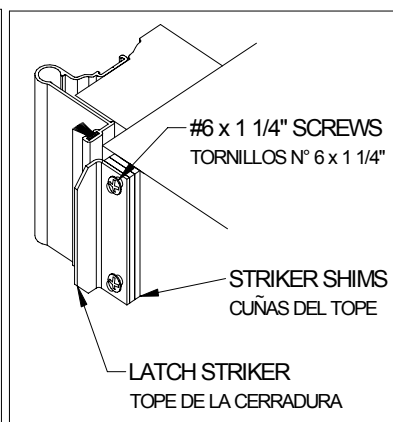

FIGURE 2B
Asegure el tope con dos (2) tornillos #6 x 1 1/4". Repita los pasos A y B para instalar el tope del cerrojo muerto. **FIGURE 2B**